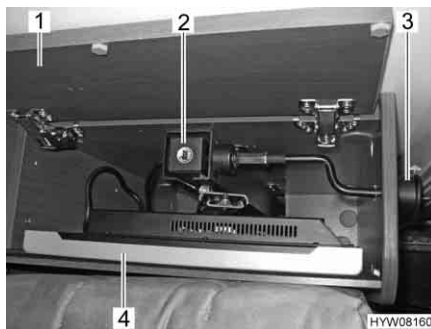

Fig. 41 Schermo piatto nel vano porta televisore
- Aprire la copertura (Fig. 41,1).
- Per scaricare le molle, spingere il meccanismo di sollevamento (Fig. 41,2) leggermente verso il basso.
- Tirare il bottone di sbloccaggio (Fig. 41,3). Lo schermo piatto (Fig. 41,4) si solleva automaticamente.